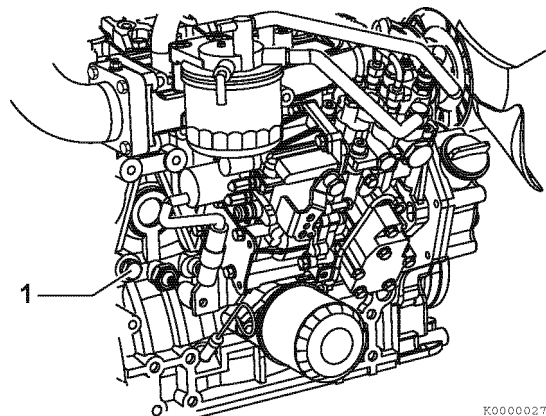

Рисунок 24
- В модели, не оснащенной маслоохладителем, извлеките сливную пробку охлаждающей жидкости (**Рисунок 24, (1)**) из блока цилиндров.